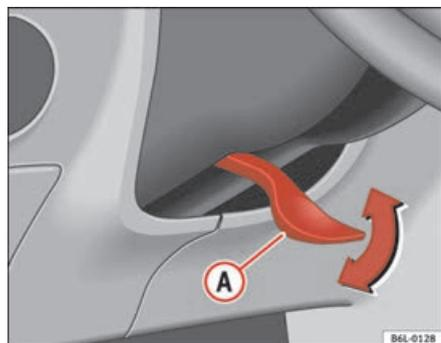

Fig. 97 Réglage de la position du volant de direction
- Basculez le levier **A** ⇒ fig. 97 situé sous la colonne de direction vers le bas ⇒ .